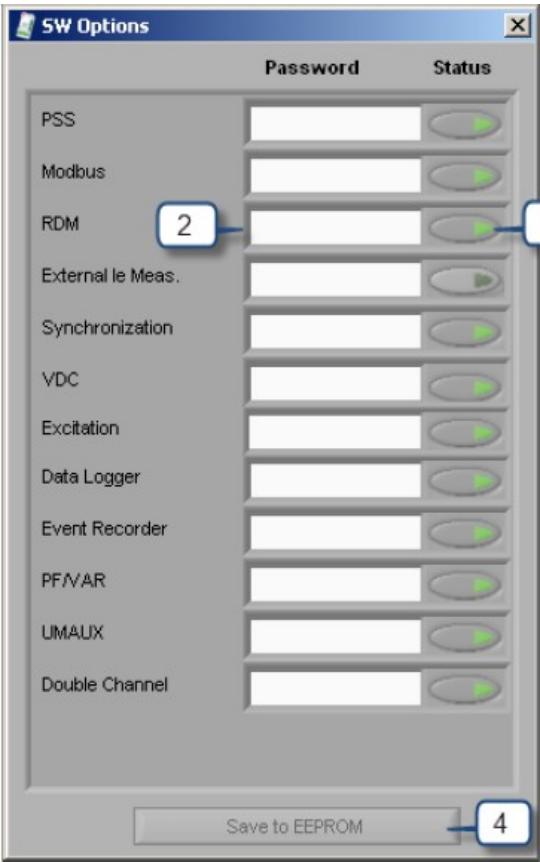

图 6-14 软件选项界面允许用户在 AVR 中可选项软件使能
2. 在位于可选项软件旁边的白盒子里输入由 ABB 提供的密码（区分大小写）启用可选项软件功能（图 6-14），按下键盘的 ENTER 键来验证密码。